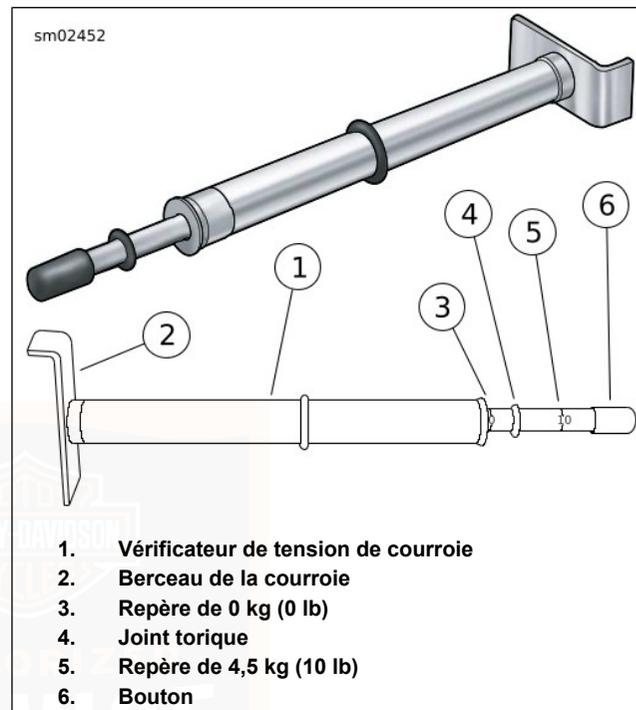
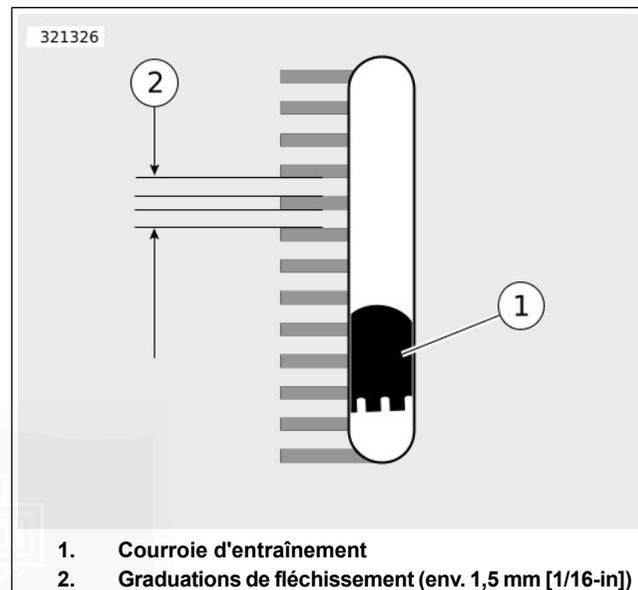

Figure 74. Vérificateur de tension de courroie
Figure 76. Fenêtre de fléchissement de la courroie
3. Voir Figure 74. Mesurer le fléchissement de la courroie à l'aide de BELT TENSION GAUGE (VÉRIFICATEUR DE TENSION DE COURROIE) (N° DE PIÈCE : HD-35381-A) :
- a. Faire glisser le joint torique (4) vers le repère de 0 (3).
- b. **Modèles équipés d'une fenêtre de fléchissement de courroie** : ajuster le berceau de la courroie (2) contre le bas de la courroie d'entraînement en alignement avec la fenêtre de fléchissement de courroie.
- c. **Tous les autres modèles** : ajuster le berceau de courroie (2) contre le bas de la courroie d'entraînement à mi-chemin entre les poulies d'entraînement.
- d. Pousser le bouton (6) vers le haut jusqu'à ce que le joint torique s'abaisse vers le repère de 4,54 kg (10 lb) (5) et s'immobilise.
- a. **Modèles équipés d'une fenêtre de fléchissement de courroie** : voir Figure 76. Mesurer le fléchissement de la courroie tel qu'il apparaît dans la fenêtre de fléchissement de la courroie tout en maintenant fixe le vérificateur. Chaque graduation de fléchissement est environ 1,6 mm (1/16 in).